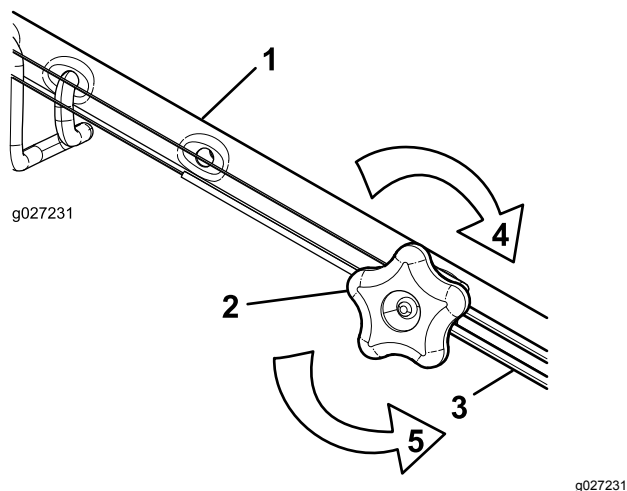

Figure 34
1. Tournez le bouton de réglage dans le sens antihoraire pour desserrer le réglage du câble (Figure 34).
- Ajustez la tension du câble (Figure 34) en le tirant en arrière ou en le poussant en avant puis en le maintenant à cette position.